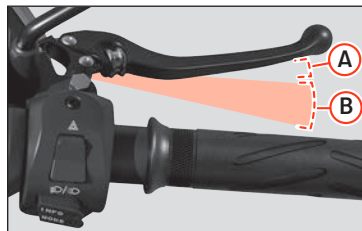

Bild 19 Bromshandtag
- När du trycker in den första delen av frambramshandtaget (höger) » Bild 19 (A), aktiveras den regenerativa bromsen. Detta system bromsar bakhjulet elektroniskt och genererar energi till batteriet.
- Om du fortsätter att trycka in bromshandtaget » Bild 19 (B), aktiveras även den mekaniska bromsen på framhjulet. Ju hårdare du trycker desto kraftigare blir den mekaniska inbromsningen.